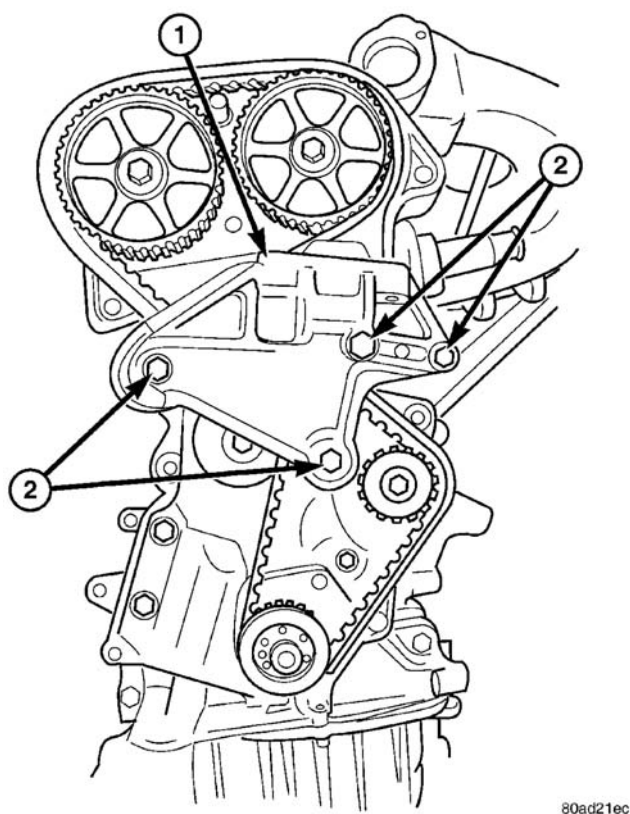
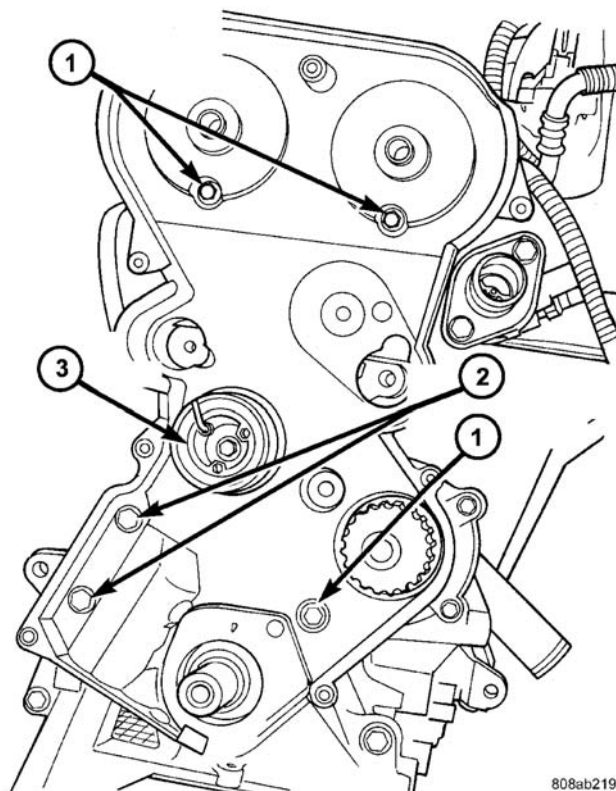
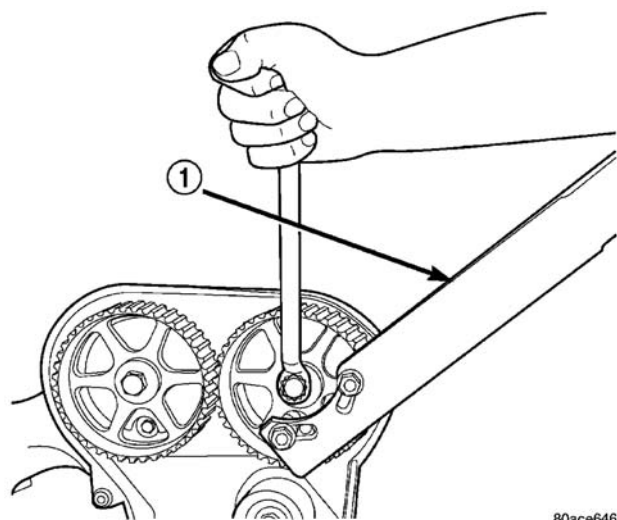

图 113 发动机前支座支架
图 115 正时皮带后盖
图 114 凸轮轴链轮-拆卸/安装
(1) 拆下前盖。
(2) 卸下发电机支座托架（图 113）
(3) 拆下正时皮带。（参见 9-发动机/气门正时/正时皮带/链和链轮-拆卸）
(4) 拆卸中心螺栓时用专用工具-6847 固定住凸轮轴链轮（图 114）
(5) 卸下正时皮带随轮。
(6) 拆下后盖紧固件并从发动机取下皮带盖（图 115）。
(1) 安装正时皮带后盖和螺栓（图 115）。
(2) 安装凸轮轴链轮。用专用工具 6848 固定住链轮和紧固中心螺栓至 $101\text{N} \cdot \text{m}$ (75ft.lbs.)
(3) 安装正时皮带张紧皮带轮和紧固装配螺栓至 $61\text{N} \cdot \text{m}$ (45ft.lbs.)
(4) 安装正时皮带。（参见 9-发动机/气门正时/链和链轮-安装）
(5) 安装发动机支座支架和紧固螺栓至 $61\text{N} \cdot \text{m}$ (45ft.lbs.)（图 113）。
(6) 安装前盖。